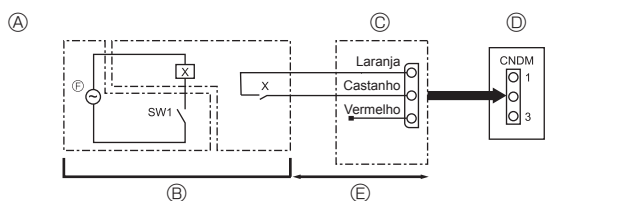

Fig. 9-1
9.1. Modo de baixo nível de ruído (modificação no local) (Fig. 9-1)